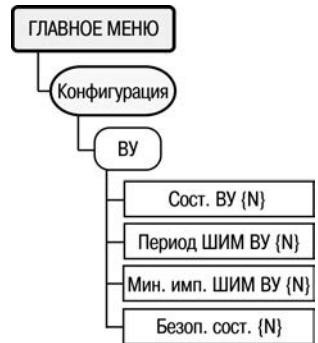

Рисунок 6.4
6.5.2 Для изменения настроек ВУ и отображения их состояния, используется пункт меню «//**Конфигурация/ВУ**» (рисунок 6.4).